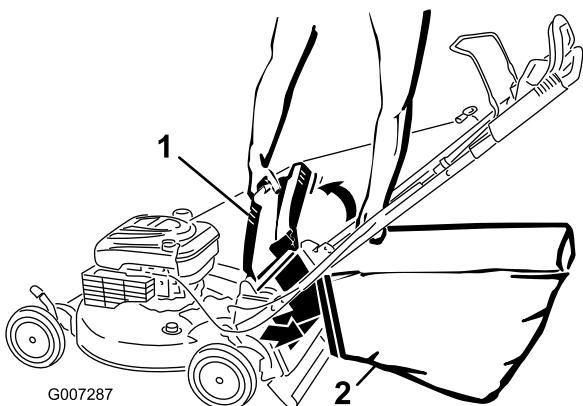

Bild 24
- Hängen Sie die obere, vordere Kante des Fangkorbs an den Kerben ein (Bild 24).